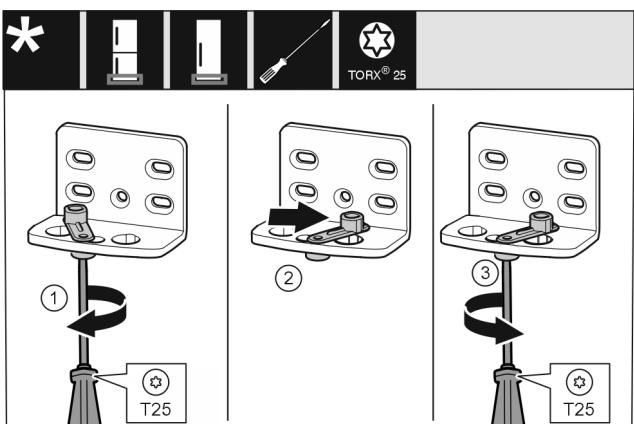

Fig. 11
- Vijake rahlo privijte z izvijačem T25. Fig. 11 (1)
- Pri pomočku za zapiranje vrat dvignite in v izvrtni zavrtite za 90° v desno. Fig. 11 (2)
- Trdno privijte vijak z izvijačem T25. Fig. 11 (3)